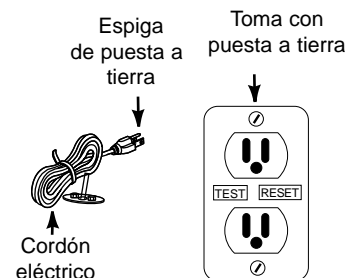

Figura 1
- La bomba debe conectarse a una toma con puesta a tierra que incluya un interruptor de circuito de tierra accidental (GFCI) (Figura 1).
2. Asegúrese de que la toma de corriente esté puesta a tierra y tenga capacidad nominal para 115 voltios y al menos 15 amperios. La toma debe estar protegida por un interruptor de circuito de tierra accidental (GFCI) (Figura 1).
8. Inserte el enchufe del cordón de suministro eléctrico de la bomba directamente en la toma eléctrica de puesta a tierra de 115 voltios que está protegida mediante un interruptor de circuito de tierra accidental. (Figura 1).